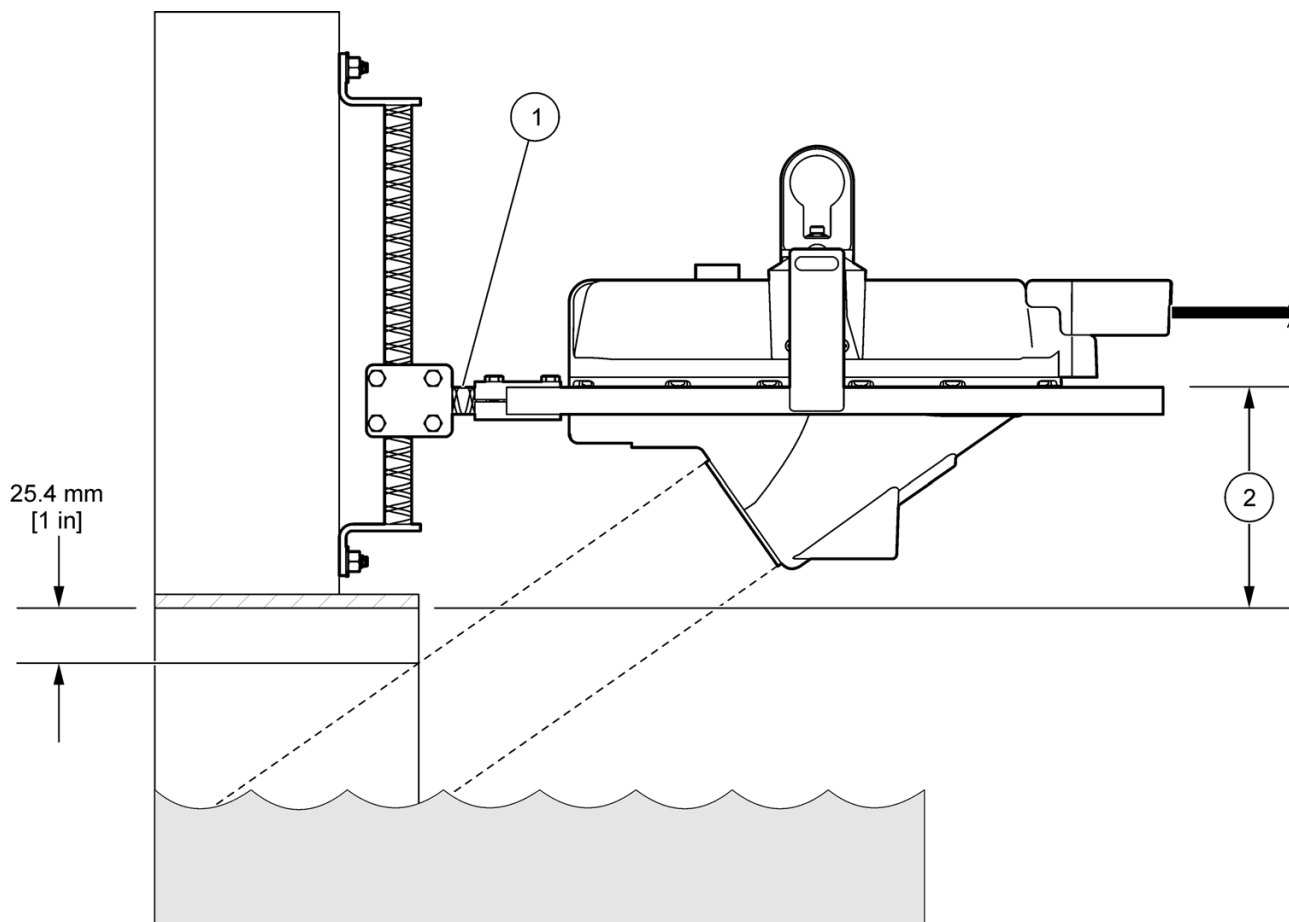

Figura 11 Allineamento verticale del sensore Flo-Dar
- Flo-Dar senza SVS: verificare che quando il sensore è nella struttura, il fascio radar non venga bloccato dalla parete o dal canale (Figura 11).
Il sensore deve essere allineato verticalmente per garantire che si trovi sopra il flusso e che il fascio radar non venga bloccato dalla parete o dalla tubatura (Figura 11).
1. Fare una stima di dove punta una linea che si estende dalla parte superiore della lente del radar perpendicolarmente al verso dove sarà rivolta la lente (Figura 11).
2. Allentare il morsetto sulla staffa per il montaggio a parete e posizionare la struttura in modo che il fascio radar sia rivolto sotto la corona della tubatura ad almeno 1 pollice (Figura 11). Potrebbe essere necessario installare il distanziatore da 12 pollici per estendere la struttura più lontano dalla parete.